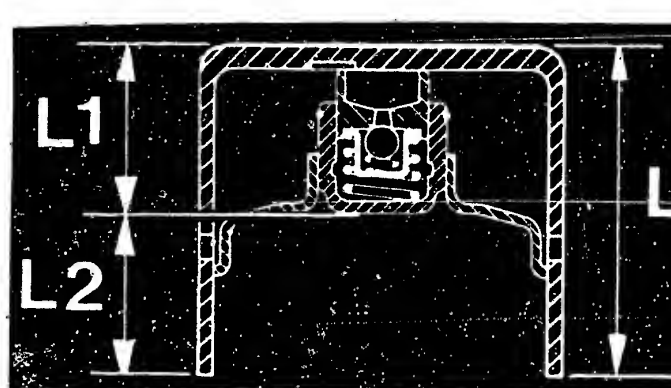

Bild 22 Dieselmotor 601.911: Die Gesamthöhe L und das Mass L2 des Ventilstößels sind messbar. L1 ergibt sich aus $L - L2$ und muss 18,0...19,0mm betragen.
e) Vor dem Prüfen der **hydraulischen Ventilstößel** ist der Motor während ca. 5 Min. mit 3000/min. drehen zu lassen. Der auf dem Nockenwellen-Grundkreis stehende Stößel (Nockenspitze nach oben) wird von Hand auf Spiel-kontrolliert und mit einem Dorn nach unten gedrückt. Hat ein Stößel Spiel oder fällt er im Vergleich zu den anderen schneller ab, so ist die Grundeinstellung zu überprüfen. Das Mass «X» in Bild 21 wird bei ein- und danach bei ausgebauter Nockenwelle gemessen, die Differenz muss im Neuzustand 0,25...1,6mm und bei gelaufenem Stößel 0,25...2,5mm betragen. Am ausgebauten Stößel ist das Mass L1 zu ermitteln (Bild 22). Beträgt es nicht 18,0...19,0mm, wird der Stößel zerlegt und gereinigt. Der von der Führungshülse abgenommene Sprengring ist an den Kanten leicht nachzubiegen. Nach dem Zusammenbau des Druckbolzens ist dieser mit Motorenöl zu füllen und zu entlüften. Dazu wird das Kugelventil mit einem geeigneten Stift aufgedrückt. Bei leichtem Zusammendrücken darf kein Öl mehr aus dem Druckbolzen laufen, sonst ist der komplette Stößel zu ersetzen.